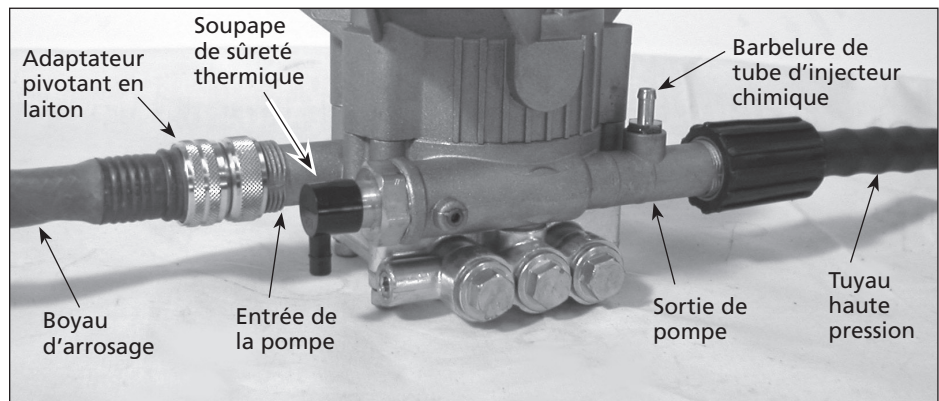
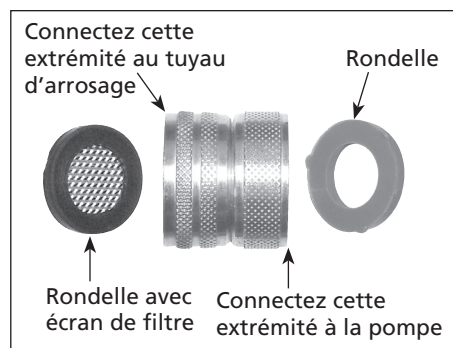

Figure 2 - Raccord de pompe
Figure 4 - Adaptateur articulé de laiton
4. Adaptez l'adaptateur pivotant en laiton (voir la figure 2). Si ce n'est pas déjà fait, assemblez l'adaptateur articulé de laiton et fixez-le à l'entrée de la pompe (voir figures 4 et 5). Assurez-vous de raccorder le bon côté de l'adaptateur articulé de laiton à la pompe.
- Connectez le flexible haute pression à la sortie de la pompe (voir les figures 2 et 6).